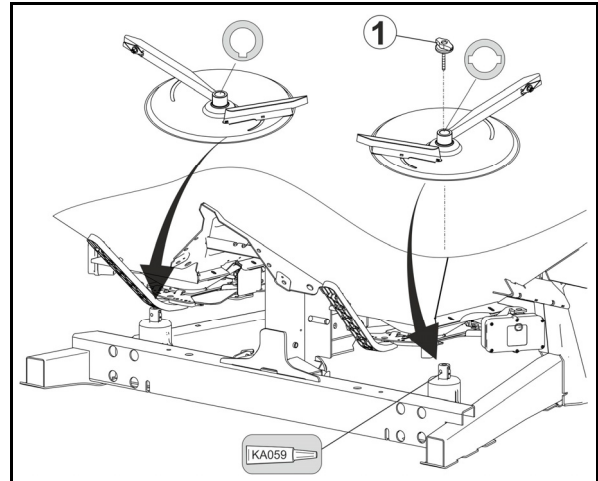

Bild 62
1. Ta bort vingmuttrar (Bild 62/1).